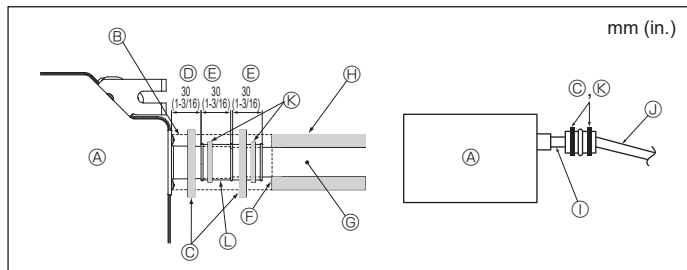

Fig. 6-2
② Jusqu'à 850 mm (33 in.)
1. Raccordez la prise d'écoulement (fournie avec l'appareil) à l'orifice de drainage. (Fig. 6-2)